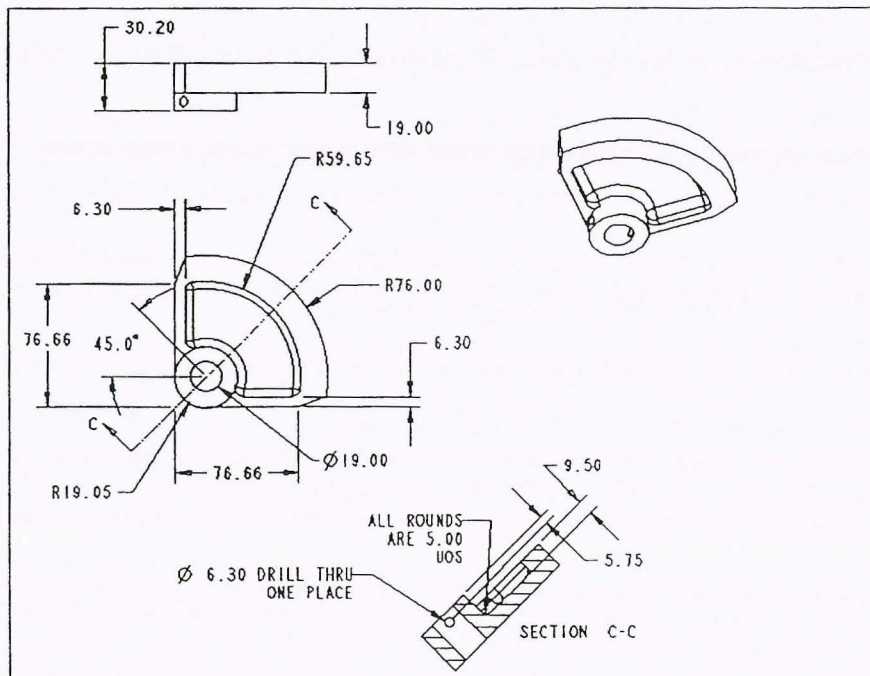

Figure 18-1
Tâche 2 : Après avoir affiché les cotes sur le dessin, utilisez l'option **Nettoy Cotes** pour déplacer simultanément toutes les cotes d'une vue. Vous pouvez également déplacer chaque cote séparément à l'aide de l'option **Déplacer**. Nettoyez les cotes du dessin, comme indiqué à la Figure 18-1.
7. Déplacez le curseur à une autre position. La cote continue de suivre le mouvement du curseur. Poursuivez cette opération jusqu'à ce que la cote soit placée comme dans la Figure 18-1.
9. Piquez d'autres cotes et déplacez-les aux positions indiquées à la Figure 18-1.
Tâche 3 : L'option **Dépl Texte** permet de déplacer le texte des cotes radiales et diamétriques le long de la ligne de rappel. L'option **Modif Attach** déplace les cotes de rayon et diamètre à des points d'attache différents. **Invers Flèches** inverse les têtes de flèche de l'intérieur à l'extérieur des lignes d'extension. Utilisez ces options pour déplacer les cotes radiales comme illustré à la Figure 18-1.
2. Utilisez les options **Déplacer (Move)**, **Modif Attach (Mod Attach)** et **Dépl Texte (Move text)** pour que la vue inférieure gauche ressemble à celle de la Figure 18-1.
3. Les flèches de certaines cotes de la vue inférieure gauche à la Figure 18-1 pointent vers l'extérieur des lignes d'extension. Choisissez **Invers Flèches (Flip Arrows)** dans le menu **DETAIL** et piquez les cotes appropriées.
Tâche 6 : Certaines cotes de la vue de section sur laquelle vous travaillez sont affichées dans la vue supérieure gauche de la Figure 18-1. Utilisez l'option Basc Vue pour déplacer les cotes.
2. Continuez à utiliser la commande **Basc Vue (Switch View)** jusqu'à ce que toutes les cotes figurent sur les vues comme indiqué à la Figure 18-1. Vous aurez des difficultés avec la cote radiale 5.00 affichée dans la section C-C. Cette cote sera placée en créant une note.